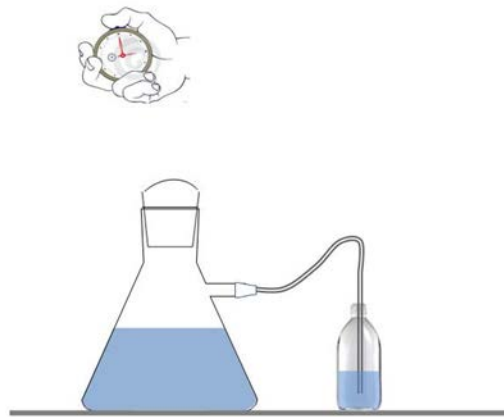

Abb. 5
F.1.1. Entfernt nach Ablauf von 10 min nach der Reaktivierung den Gummischlauch vom Messzylinder und versenkt ihn in der gesättigten $\text{Ca}(\text{OH})_2$ -Lösung (ID# VI) (vgl. Abb. 5).